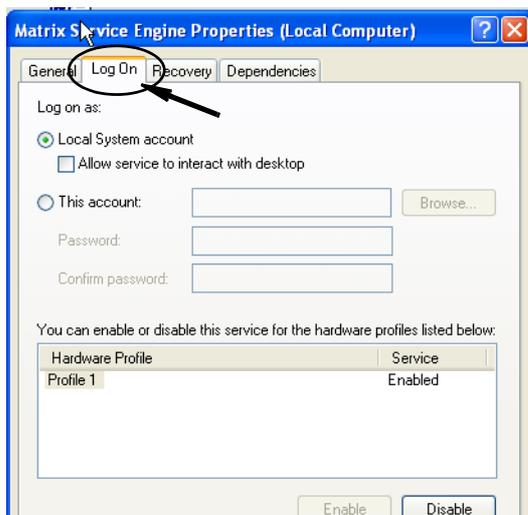

ABB. 38
e. Wählen Sie die Registerkarte „Anmelden“ (ABB. 38).